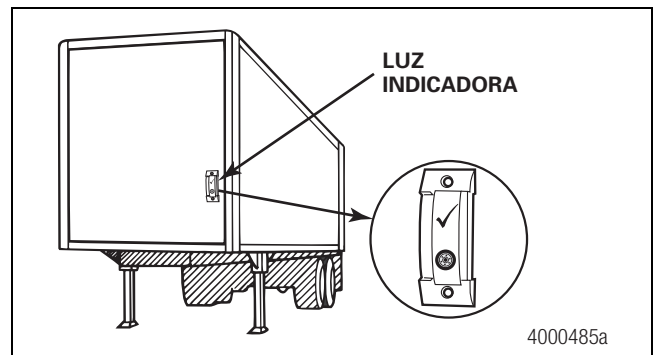

Figura 4.3
4. Compruebe que la luz indicadora se enciende abriendo el grifo de purga en la caja de control. La luz se encenderá para indicar que está funcionando correctamente. Figura 4.3.